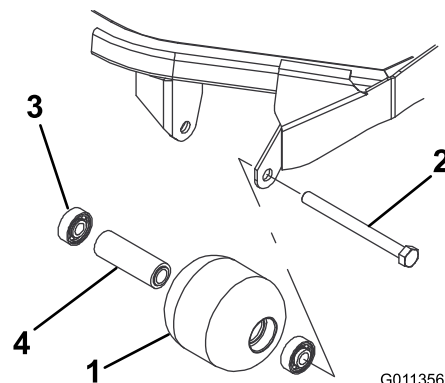

Figura 87
1. Retire el perno de montaje del rodillo (Figura 87).
4. Inspeccione el alojamiento del rodillo, los cojinetes, y el espaciador del cojinete (Figura 87). Sustituya cualquier componente dañado y ensámblelos.
1. Introduzca a presión el primer cojinete en el alojamiento del rodillo (Figura 87). Haga presión solamente sobre el anillo de rodadura exterior, o de forma igual sobre el anillo exterior y el interior.
2. Introduzca el espaciador (Figura 87).
3. Introduzca a presión el segundo cojinete en el alojamiento del rodillo (Figura 87). Presione uniformemente sobre los anillos de rodadura interior y exterior hasta que el anillo interior entre en contacto con el espaciador.